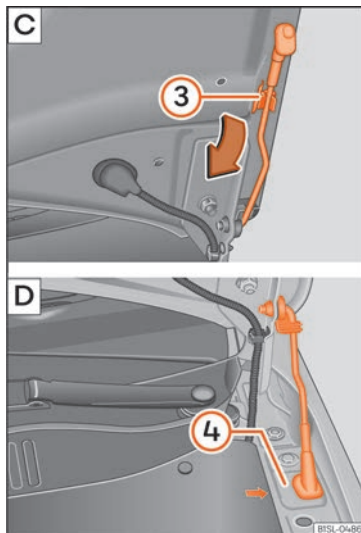

Fig. 160 [C] : Tige de fixation du capot sur le capot du moteur. [D] : Capot du moteur bloqué avec la tige de fixation du capot.
- Libérez la tige de fixation du capot de son support dans le sens de la flèche »» fig. 160 ③ et insérez-la dans l'ouverture prévue à cet effet ④ (flèche).